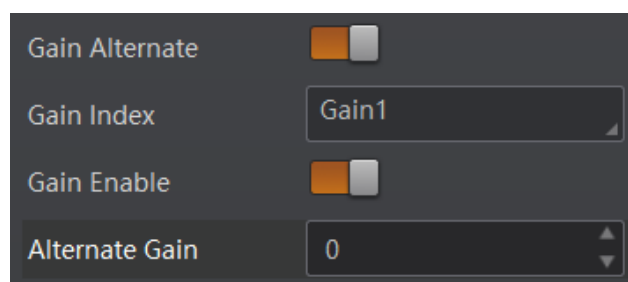

图3-14 交替增益
5. 在 Alternate Gain 中设置所选参数的增益值，如图 3-14 所示。